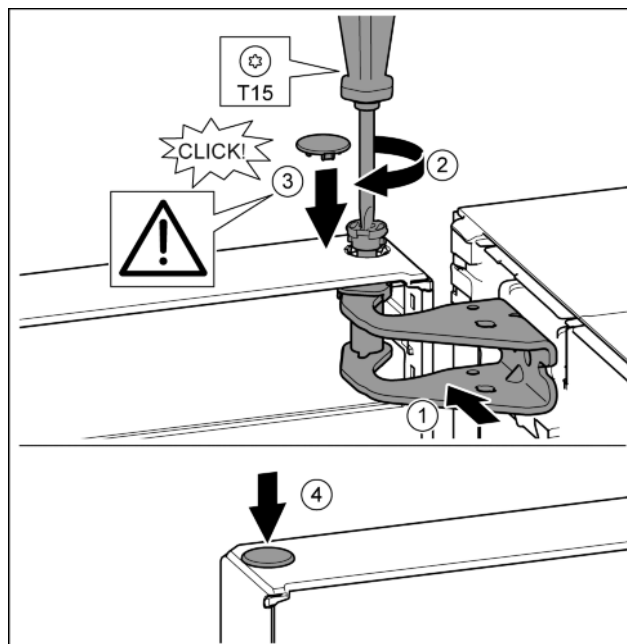

Fig. 15
- ▶ Wyrównać drzwi u góry względem otworu w płytce zawiasu. Fig. 15 (1)
- ▶ Założyć sworzeń i dokręcić śrubokrętem T15. Fig. 15 (2)
- ▶ Zamontować osłonę bezpieczeństwa w celu zabezpieczenia drzwi: Włożyć osłonę zabezpieczającą i sprawdzić czy przylega ona do drzwi. Ponadto założyć cały sworzeń. Fig. 15 (3)
- ▶ Założyć zatyczkę. Fig. 15 (4)